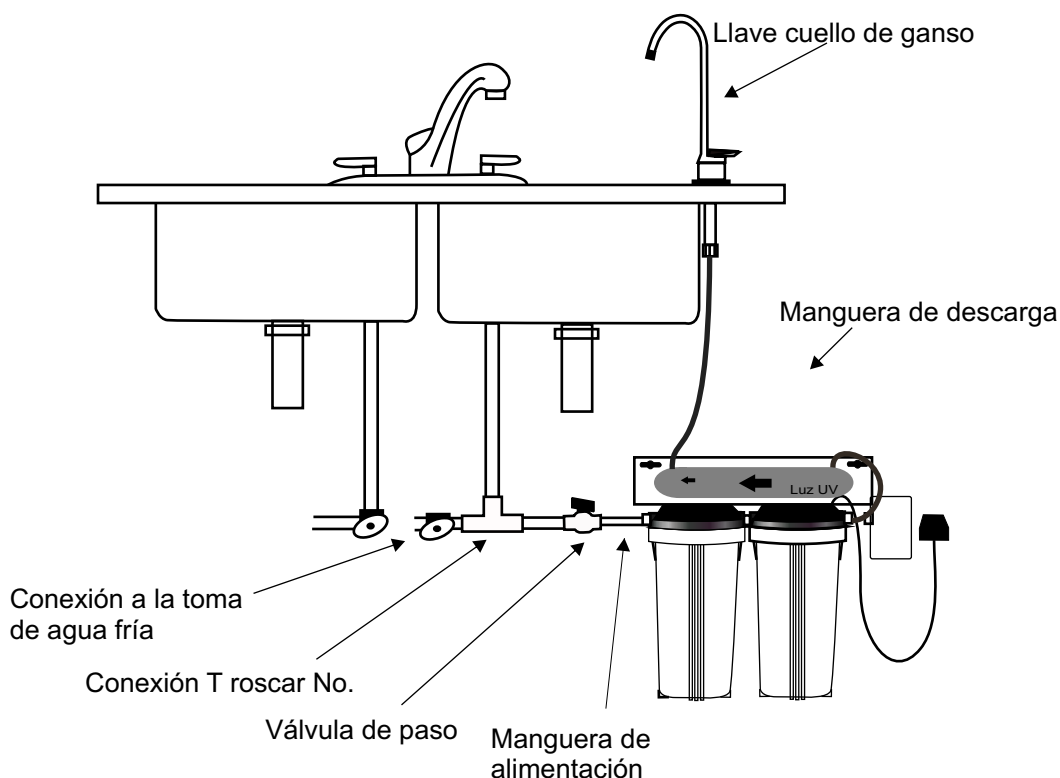

Figura 3
- La manguera que alimenta al equipo se conecta a la toma del agua fría que está debajo de la tarja (figura 3). Es necesario colocar una válvula de paso en este punto para regular el flujo a un máximo de 10 litros por minuto, y para facilitar el cambio de cartuchos y repuestos del germicida de UV.